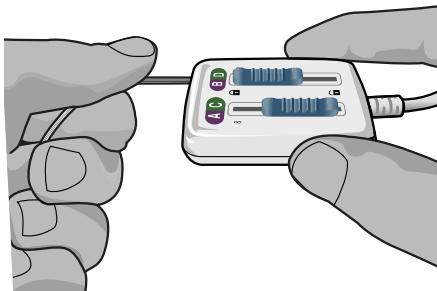

Figura 6: Fissaggio dell'elettrocatetere DBS nel connettore del cavo per sala operatoria 2x8
6. Spingere l'estremità dell'elettrocatedere DBS nella porta finché non si arresta. Tenere l'elettrocatedere DBS in posizione mentre si fa scorrere la leva di blocco in posizione (🔒) bloccata (Figura 6).